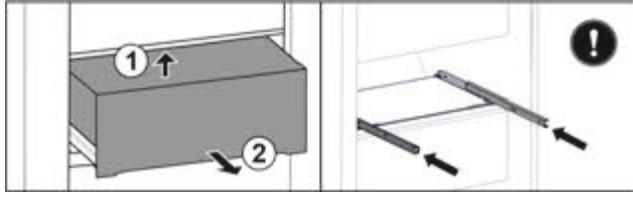

Fig. 99
- Підняти висувний ящик знизу назад. *Fig. 99 (1)*
- Вийняти висувний ящик рухом вперед. *Fig. 99 (2)*